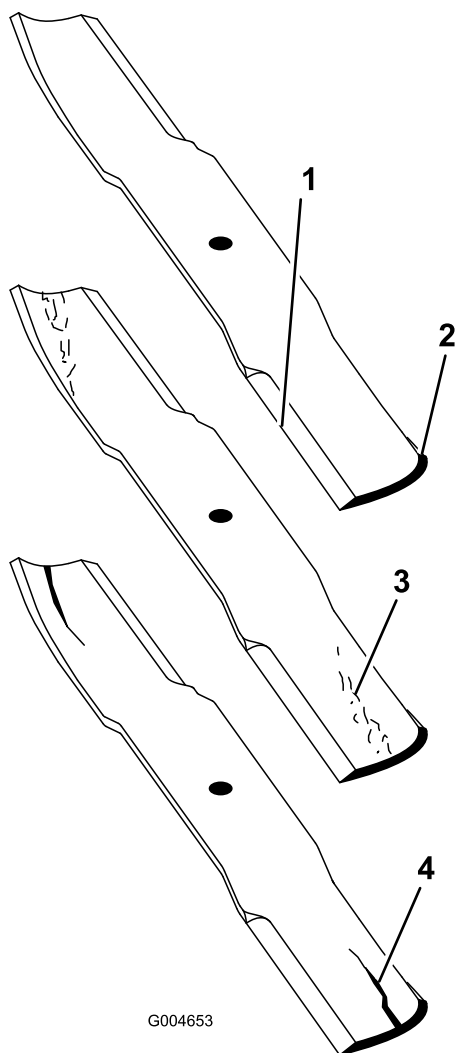

Figure 110
2. Examinez attentivement les tranchants de la lame, particulièrement au point de rencontre des parties plane et relevée (Figure 110).
Remarque: Le sable et les matières abrasives peuvent éroder le métal à cet endroit, c'est pourquoi il est important de contrôler l'état de la lame avant d'utiliser la tondeuse. Remplacez la lame si elle vous semble usée (Figure 110).